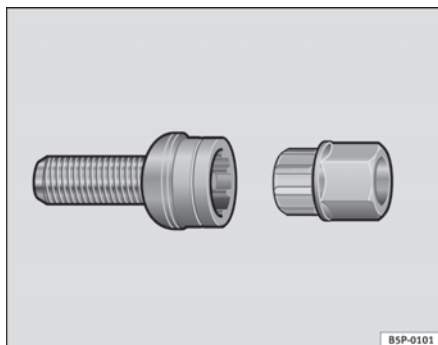

Fig. 184 Låsebolte
- Sæt adapteren helt ind i låsebolten ⇒ fig. 184.